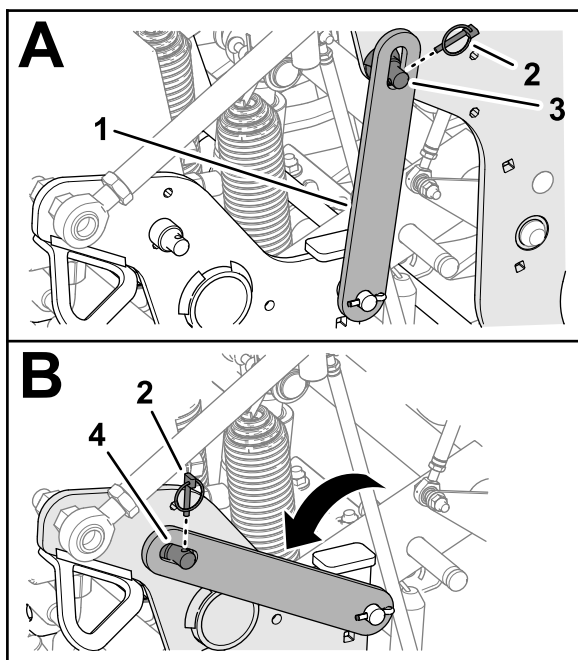

Figura 103
3. Rimuovete la coppiglia ad anello che fissa il fermo di servizio al perno di supporto della testa di carotaggio (Figura 103).